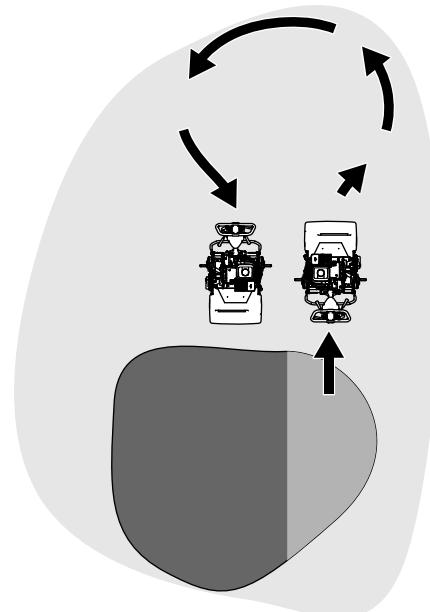

Figura 28
- Para girar la máquina y salir del green, eleve el molinete (empujando el manillar hacia abajo) y realice un giro en forma de lágrima sobre el tambor de tracción (Figura 28).
1. Localice la palanca de engranado de la tracción en la caja de engranajes de la transmisión (Figura 28).